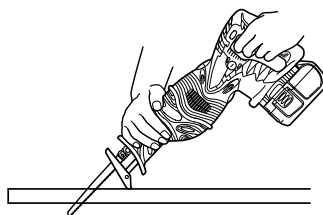
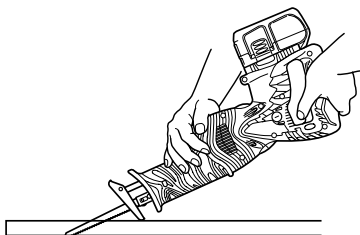

Fig. 27
Fig. 28
- (2) Levante el mango lentamente y corte con la hoja de sierra poco a poco. (Fig. 27, Fig. 28)